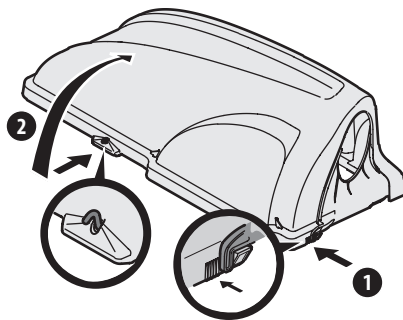

Figure 24
2. Soulevez le couvercle du bac récupérateur en pressant sur la patte arrière droite avec votre main droite (1) comme indiqué à la Figure 24 et en soulevant le couvercle à partir du milieu avec votre main gauche (2).